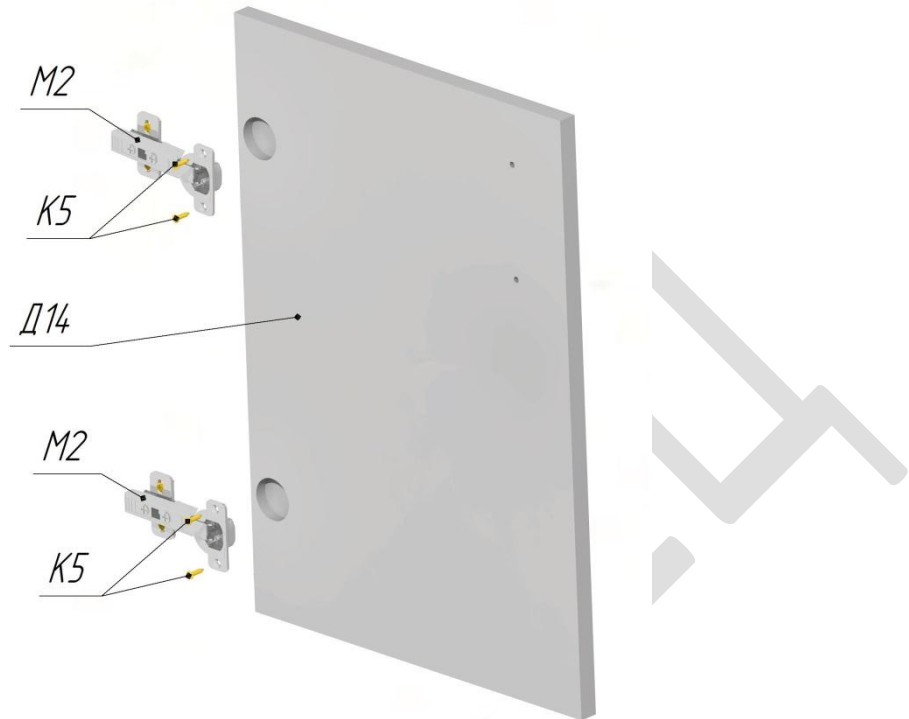

Рисунок 17
25. Закрепить петли М2 (2шт.) на дверце тумбы Д14 саморезами К5 (4шт.). См.Рис.17.